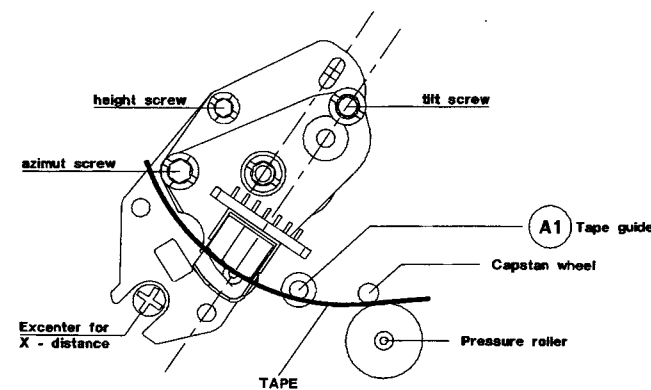

Abb. 14
- Mit der Tiltwinkleinstellschraube die Bandunterkante gut auf die Bandführung A1 (siehe Fig. 14) aufsetzen (das Band darf dabei an der Unterseite nicht eingerollt sein).